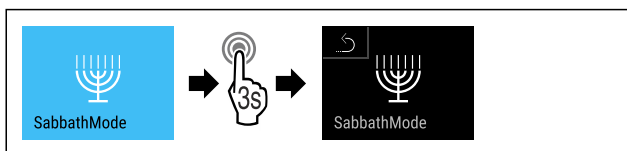

Fig. 13
- Ejecutar los pasos (consulte Fig. 13).